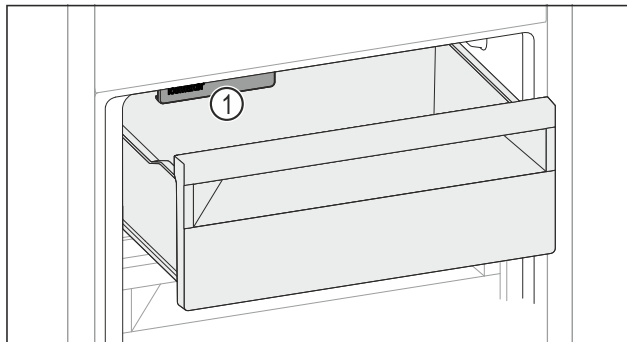

Fig. 140
- ▶ Luați în considerare IceMaker Fig. 140 (1).